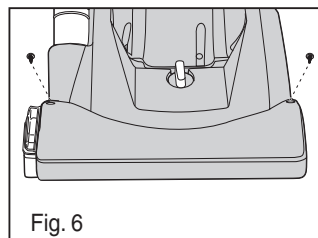

Fig. 6
- 8) Vuelva a colocar los 2 tornillos (Fig. 6).